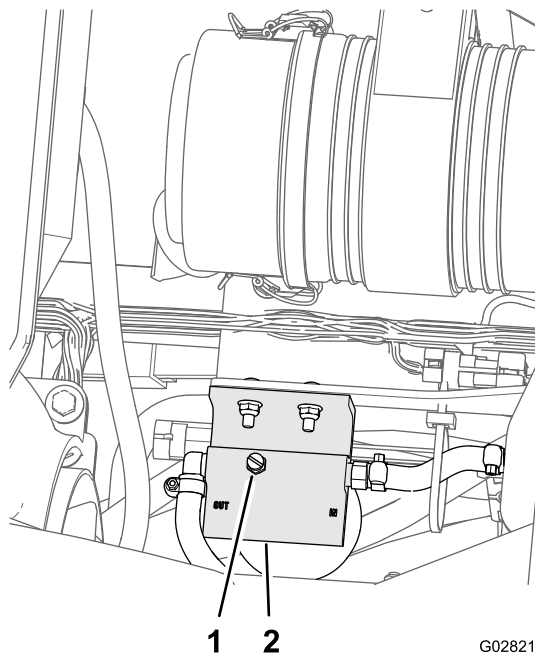

Figura 74
5. Allentate il tappo di sfiato nella parte superiore del separatore di carburante/condensa (Figura 74).
7. Serrate il tappo di sfiato e ruotate l'interruttore dello starter in posizione di SPEGNIMENTO (Figura 74).